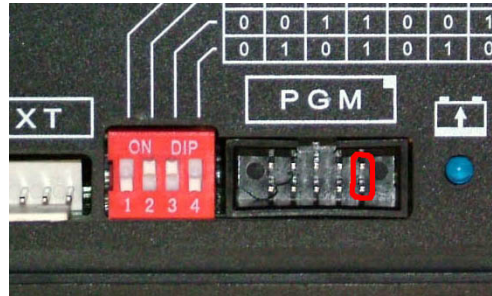

Рис. 7
- Без входа в меню настроек. Для этого надо отключить ИБП от сети, выключить кнопку включения нагрузки. Установить перемычку на контакты 1-2 разъема PGM (на рис.7 обведено красным).